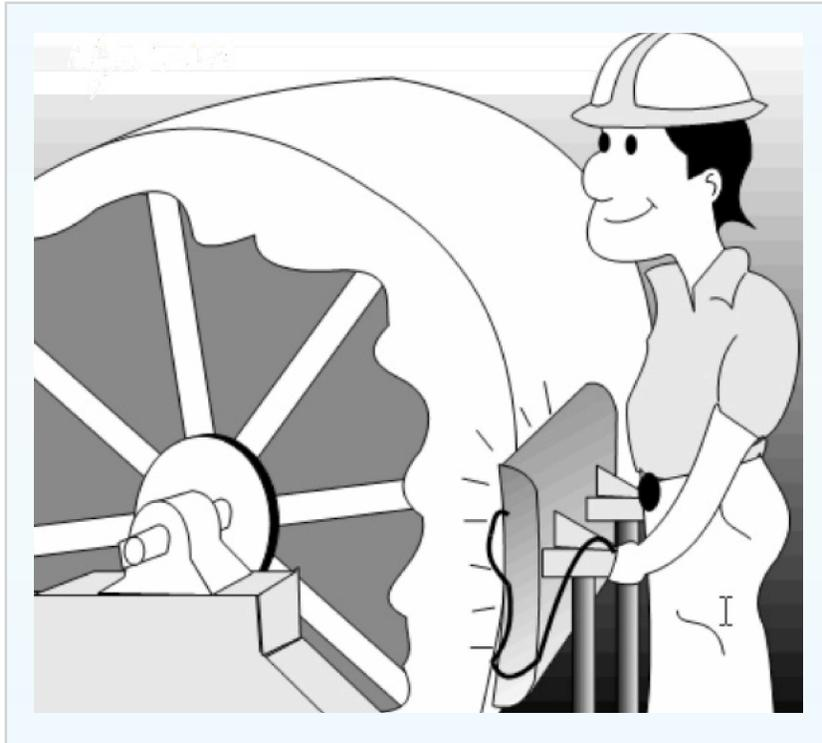

Figura 3: Método da lâmpara infrarroja.
- **Método da lâmpara infrarroja:** el proceso de encogimiento se hace a través de un equipamiento conformado por resistencias eléctricas o lámparas infrarrojas que, una vez incandescentes, irradian calor y calientan la superficie de la tela, según muestra la figura 3.